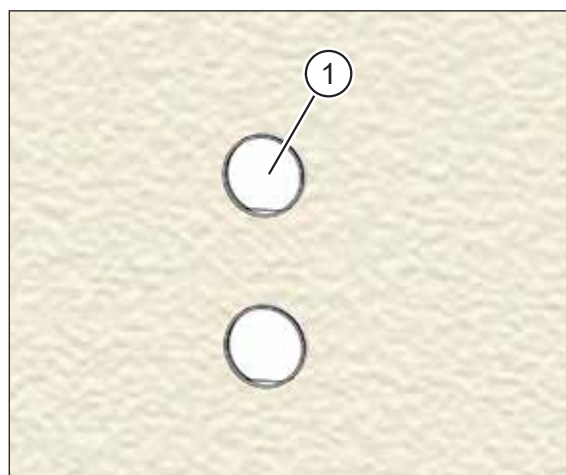

Fig. 27 : Kit de montage enduit à l'extérieur
- ▶ Enlevez les deux manchons de protection de l'enduit (pos. 1 dans Fig. 27).